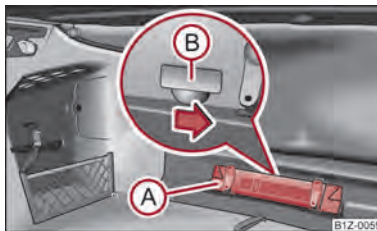

Fig. 16 Déverrouillage de secours de la malle AR
- Sortez le triangle de signalisation Ⓐ → fig. 16.